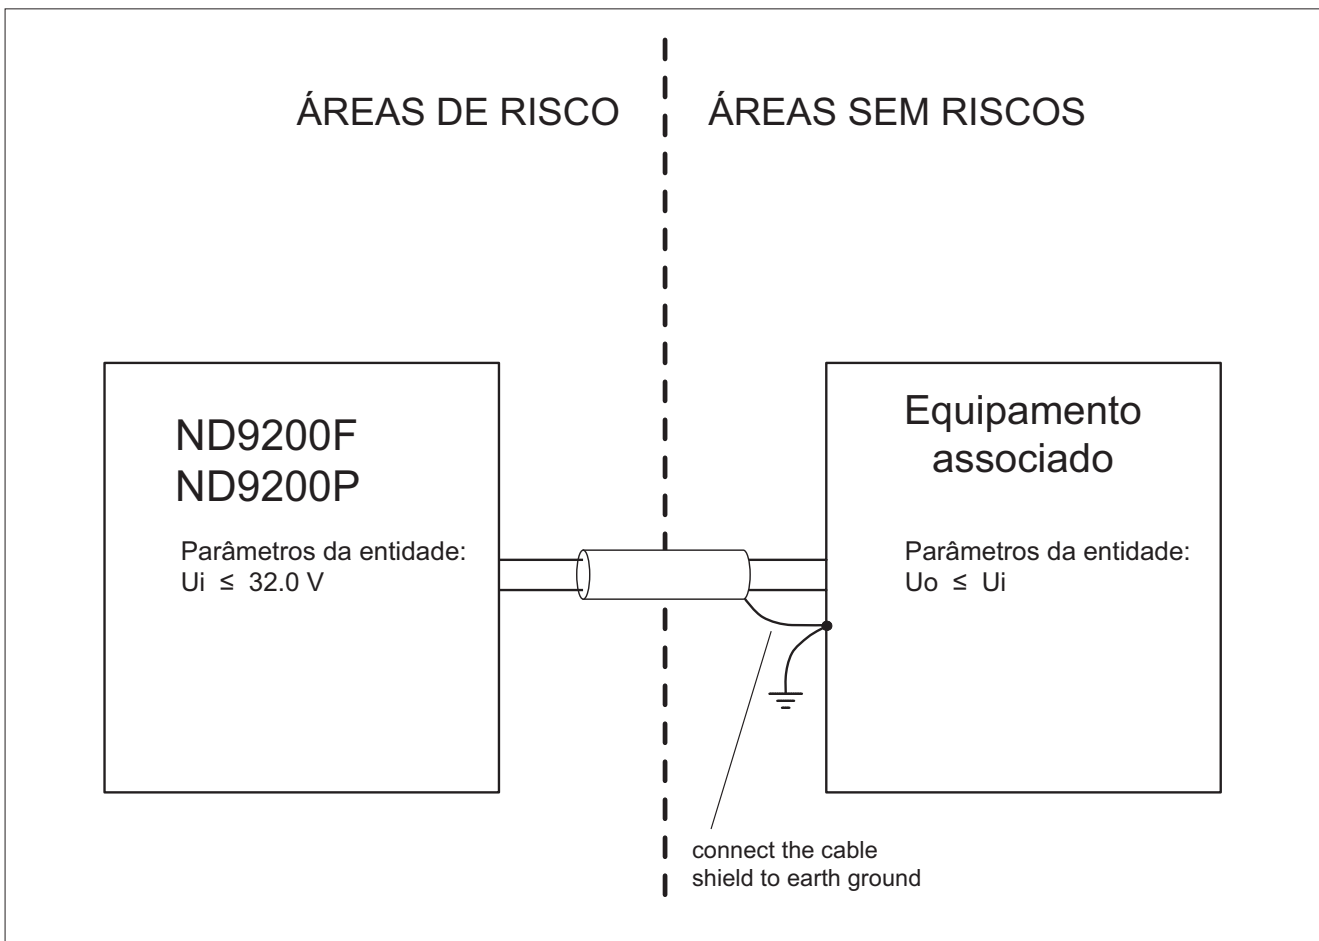

Fig. 13 Cabeamento de controle, ND9000F e ND9000P, Ex d
Para aplicações que possam apresentar, por exemplo, vibrações pesadas, temperatura ambiente bem alta ou difícil acesso, disponibiliza-se a opção de medição remota da posição. Neste tipo de aplicação, o sensor da posição fica fixado no atuador e a montagem ND9000 pode ser instalada posteriormente. A tubulação pneumática entre ND9000 e o atuador é executada como explicado no capítulo 4.6 e a fiação entre o sensor da posição e ND9000, de acordo com a Fig. 13.
6. Conecte a extremidade do conector do cabo do sensor da posição ao conector fêmea ND9000 mostrado na Fig. 13.